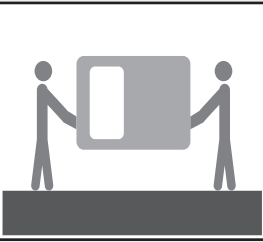

Figura 2 - Detalhe do carregamento das esquadrias.
- Recomenda-se que cada esquadria seja carregada por duas pessoas e sempre deslocada na mesma posição de instalação, conforme figura 2.